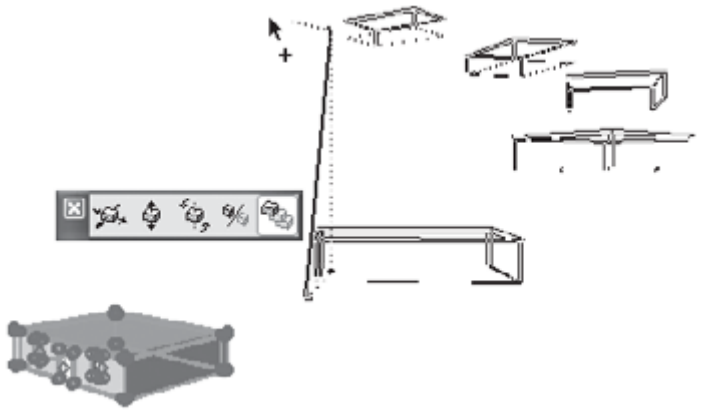

Рис. 8.19. Определение возвышения объектов кругового массива
5. Переместите указатель мыши в конечную точку вектора возвышения (рис. 8.19).